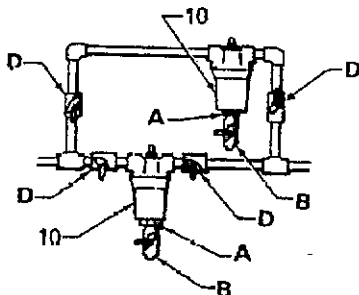

Fig 1
Siffrorna och bokstäverna inom parentes hänvisas till fig 1 och 2 och reservdelsritningen. TILLBEHÖR och TEKNISKA DATA redovisas på sista sidan.
Montera två filter som visas i fig 1. Båda filtren måste ha en bussning (A) och en avtappningskran (B) i filterhuset (10) för att avlasta färgtrycket och tappa av filtret innan filterhuset tas bort. Montera fyra avstängningsventiler (D), en på vardera sidan av filtrets in- och uttag, för att ställa om färgflödet och för att stänga av det filter som ej är i drift.